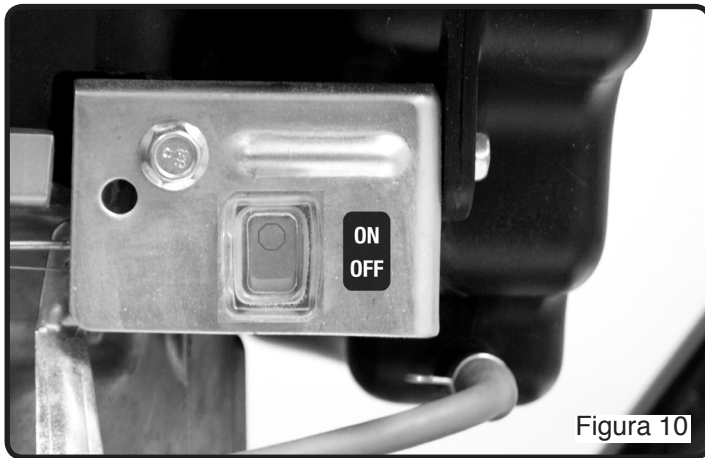

Figura 10
1. Oprimir el interruptor de encendido y apagado (ON/OFF) para colocarlo en la posición de encendido (ON). (Véase la Figura 10)